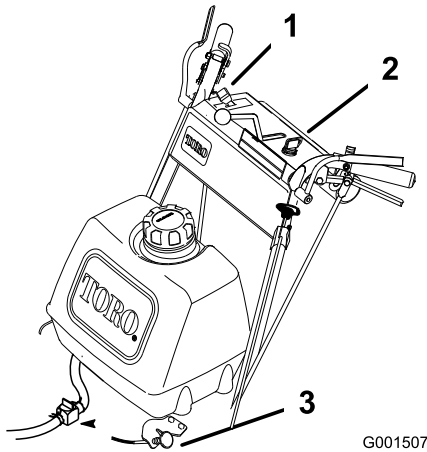

Figura 8
11. Mueva el mando del estárter a la posición de desconectado a medida que el motor se caliente (Figura 8).
1. Mueva la palanca del acelerador a lento (Figura 8).